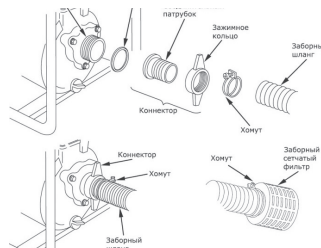

Рис. 7
4. Закрепите шланги хомутами (Рис. 7, 8). При монтаже соблюдайте следующие требования: